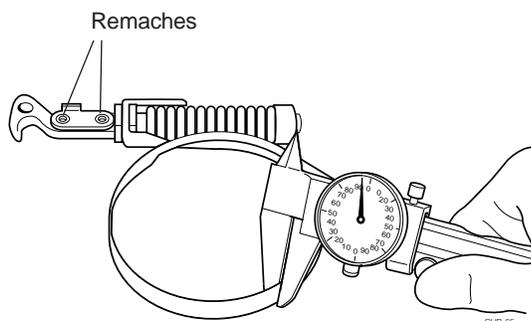

Figura 10.16 Verificando el espesor de la banda
- Inspeccione la banda del freno para verificar espesor adecuado. (Figura 10.16) y también posible desgaste o ranurado por los soportes de la banda en el cassette